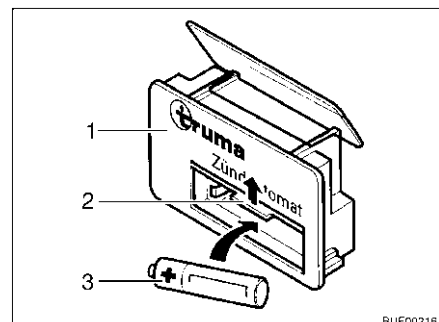

Fig. 143 Dispositivo di accensione
- Spingere la copertura (Fig. 143,2) del vano batteria sul dispositivo di accensione (Fig. 143,1) verso l'alto.
- Inserire una nuova batteria (Fig. 143,3) dello stesso tipo nel vano batteria del dispositivo di accensione rispettando la polarità (+/-). Utilizzare soltanto batterie Mignon resistenti alle alte temperature (+70 °C) e sicure da perdite.